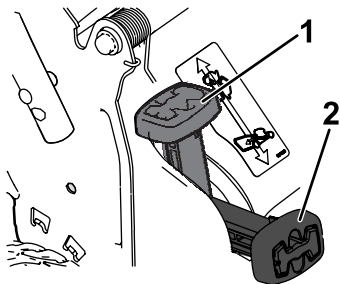

Figura 13
- Para ensacar los recortes de hierba y hojas, presione el botón de la palanca de ensacado a demanda y mueva la palanca hacia delante hasta que salte el botón de la palanca (Figura 13).